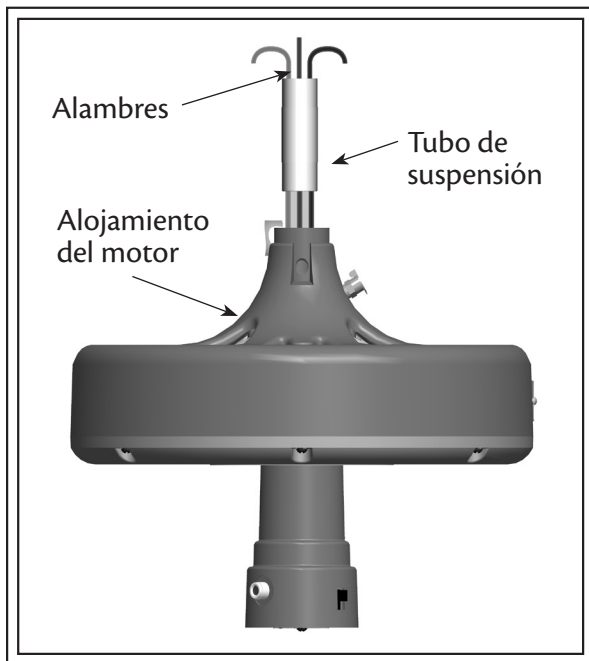

Fig. 3
1. Pase los alambres desde la parte superior de su motor por el tubo de suspensión (vea la Fig. 3).